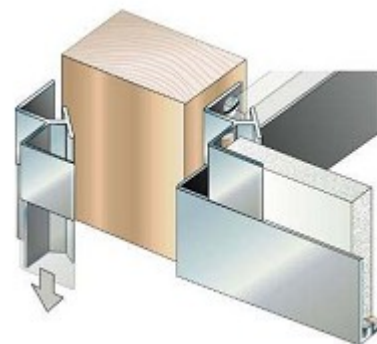

Рис. 5. Внутренний угол
- нанести силикон для ванных комнат на профиль (См. Рис. 5).
Чтобы высвободить пространство для базового профиля, используйте основание угловой планки (см. Рис. 5).